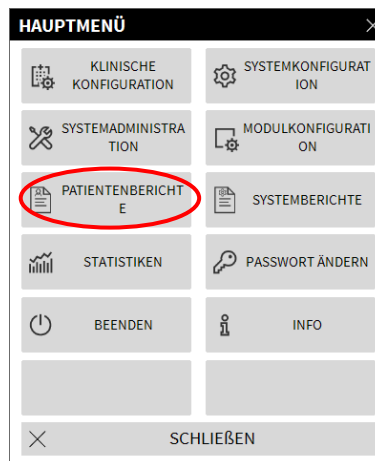

Abb. 30
Die Ereignisliste (Abb. 30 A) bezieht sich auf die Zuordnung einer bestimmten Pumpe zu einem bestimmten Medikament. Wenn einer bestimmten Pumpe ein neues Arzneimittel zugeordnet wird, beginnt die Ereignisliste von vorn. Für "Infusion" handelt es sich in diesem Fall um eine neue Größe.
Daraufhin öffnet sich das folgende Menü (Abb. 30).
- Die Schaltfläche **Patientenberichte** anklicken (Abb. 30).